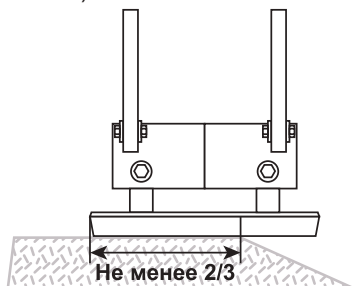

Рис. 12 Расположение виброплиты на краю обрабатываемой поверхности
9. При перемещении виброплиты по краю обрабатываемой поверхности, в плотном соприкосновении с поверхностью должно оставаться не менее $\frac{2}{3}$ части рабочей площади плиты (Рис. 12).